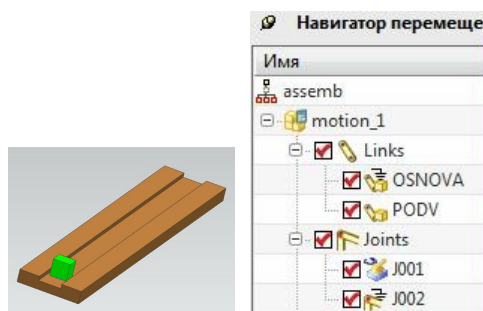

Рис.32
•Посмотрите на простой пример (рис.32, 33). Зеленое тело движется по направляющим. Между зеленым телом и направляющими существуют небольшие зазоры (рис.34). Тело перемещается под действием скалярной силы. Сила действует точно посередине зеленого тела. И все-таки, во время движения возникает некоторый перекося (вообще-то, мы намеренно сместили силу на доли миллиметра от середины), и как следствие, зеленое тело начинает задевать за коричневые направляющие.